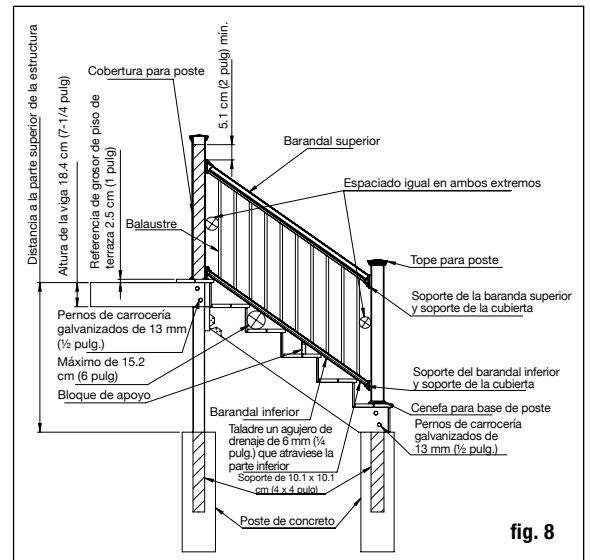
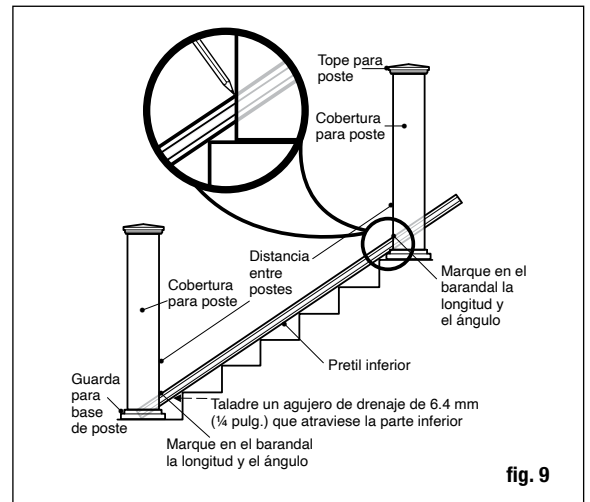
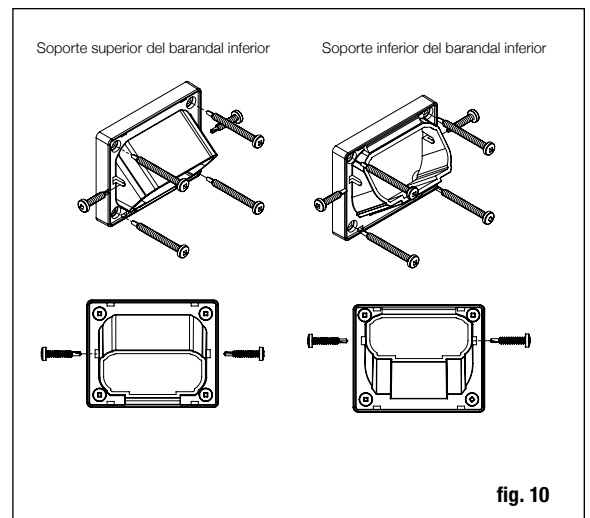

fig. 8
fig. 9
fig. 10
Paso 2 Instale los postes de madera en la escalera antes de instalar los escalones de la escalera. Los postes para barandal de 10.2 x 10.2 cm (4x4 pulg.) de cedro o pino tratado a presión ofrecen la fuerza estructural para el barandal de escalera. Posicione, alinee verticalmente con un nivel, y sujete los postes de madera de 152 cm (5 pies) en la cara interior del larguero. Vuelva a alinear verticalmente. El poste de barandal de 10.2 x 10.2 cm (4x4 pulg.) debe sujetarse con pernos al interior del larguero usando dos pernos de carrocería galvanizados de 1.27 x 15.24 cm (1/2 x 6 pulg.). Los postes en esquinas utilizan un tercer perno de carrocería insertado a través de la viga adyacente, arandela y perno. Los postes a nivel de piso deben fijarse en concreto, como se muestra (fig. 8). También pueden usarse kits de montaje de postes estructurales Deckorators (artículo #215036, de venta por separado) para fijar el poste a la parte superior del concreto.
Paso 5 Mida la distancia entre las coberturas de poste instaladas para determinar la longitud de los barandales superior e inferior. Asegúrese de que los agujeros de los balaustres estén orientados en la dirección correcta. Después posicione el barandal inferior en los escalones de la escalera, al lado de los postes, y ajústelo de modo que la distancia entre el primer agujero de balaustre y el poste sea mayor a 7 cm (2-3/4 pulg.) como mínimo, e igual en ambos extremos (fig. 8). Marque el barandal para mostrar la longitud y el ángulo de corte deseados. Corte el barandal inferior. Transfiera las líneas de corte del barandal inferior al superior, y luego corte ambos barandales (fig. 9). **Taladre un agujero de drenaje de 6 mm (1/4 pulg.) que atraviese la parte inferior del**
Paso 6 Coloque las cubiertas de soportes del barandal apropiado y los soportes para escalera en los extremos del barandal inferior. Preste especial atención a los soportes que utilice, ya que son diferentes dependiendo de si es el barandal superior o inferior y del ángulo hacia arriba o abajo. Determine la posición del bloque de soporte y fíjelo al barandal inferior. Sostenga el barandal inferior entre los postes en los peldaños de la escalera (fig. 9). Podría necesitar colocar cuñas iguales entre dos rebordes de escalones para elevar el barandal inferior. Consulte los requisitos en su área. Generalmente, no puede permitirse que pase una esfera de 15.2 cm (6 pulg.) a través del triángulo formado por el barandal inferior, la huella y la contrahuella (fig. 8). Centre el soporte de la escalera en el poste. Usando el soporte de escalera como guía, marque las posiciones de los tornillos en la cobertura del poste y en el barandal en ambos extremos. Pretaladre agujeros guía de 3 mm (1/8 pulg.) a través de la cobertura de poste y del barandal. Sujete el soporte de escalera a la cobertura del poste usando los tornillos cuadrados de cabeza cilíndrica #8 - 15 x 5.1 cm (2 pulg) - #2 y luego sujete el soporte de escalera al barandal usando tornillos cuadrados autorroscantes de cabeza cilíndrica #8-16 x 1.9 cm (3/4 pulg) - #1 (fig. 10).